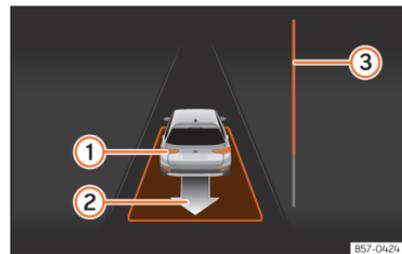

Abb. 166 Am Bildschirm des Kombi-Instruments: parallel zur Fahrbahn ausparken.
- Fahren Sie rückwärts, bis das Dauertonsignal des ParkPilot ertönt; **ODER:** fahren Sie zurück, bis am Bildschirm des Kombi-Instruments die Anzeige zur Vorwärtsfahrt erscheint. Die Fortschrittsanzeige **>>>** **[Abb. 166]** **③** zeigt den zurückzulegenden Abstand an.